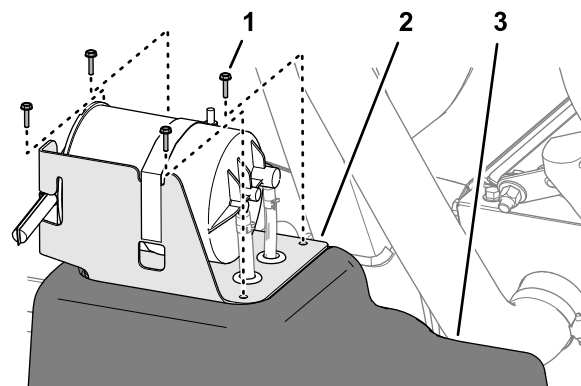

Bild 92
6. Befestigen Sie die Halterung mit den vier Schrauben (Nr. 10 x ¾") am Kraftstofftank (**Bild 92**).